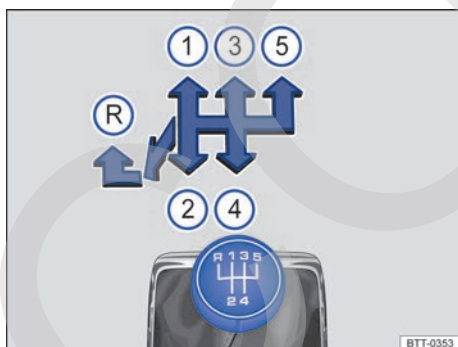
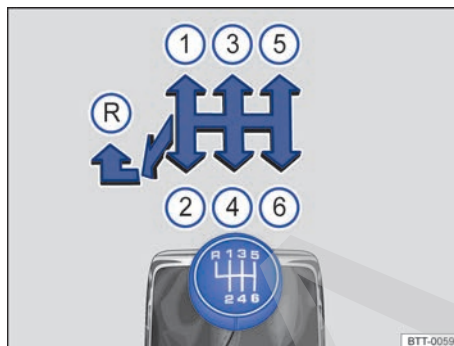

Fig. 109 Esquema de las marchas de un cambio manual de 5 marchas.
Fig. 110 Esquema de las marchas de un cambio manual de 6 marchas.
En la palanca de cambios están representadas las posiciones de cada una de las marchas → fig. 109 o → fig. 110.
- Mueva la palanca de cambios completamente hacia la izquierda y a continuación hacia delante para situarla en la posición de la marcha atrás → fig. 109 (R) o → fig. 110 (R).